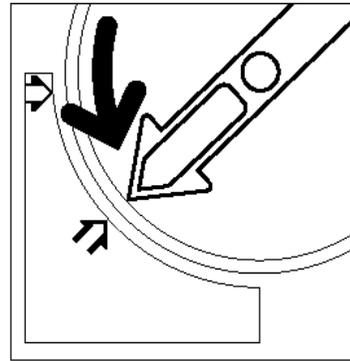

Abb. 9: Tonerpatrone drehen
- 3** Die leere Patrone gegen den Uhrzeigersinn drehen, bis der große Punkt auf der Patrone an dem kleinen Punkt auf dem Gerät ausgerichtet ist (s. Abb. 9).